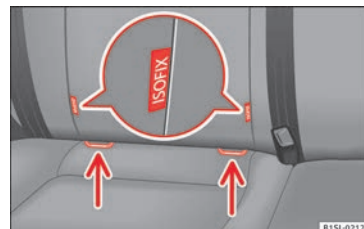

Fig. 26 Sul sedile del veicolo: versioni diverse per l'identificazione dei punti di ancoraggio inferiori per i seggiolini per bambini.
- Incastrare il sedile per bambini sugli anelli di fissaggio » **fig. 26**, nel senso della freccia. Il seggiolino deve incastrarsi in modo sicuro e udibile.
- Collocare il seggiolino sulla seduta e agganciare i ganci delle cinture di fissaggio negli anelli di fissaggio » **fig. 26.**